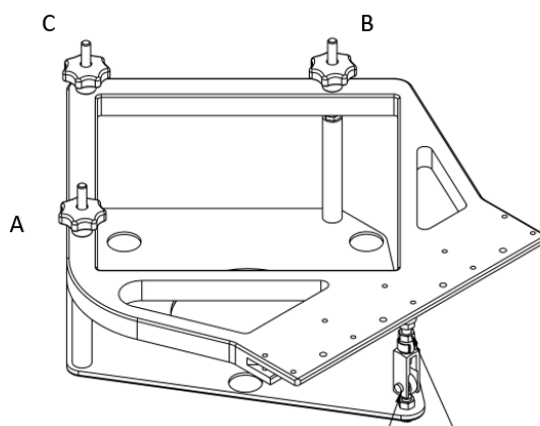

図 1-5。調整ノブ
- b. 水平出しの前に、3つのノブすべてを上部まで動かします（図 1-5 を参照）。